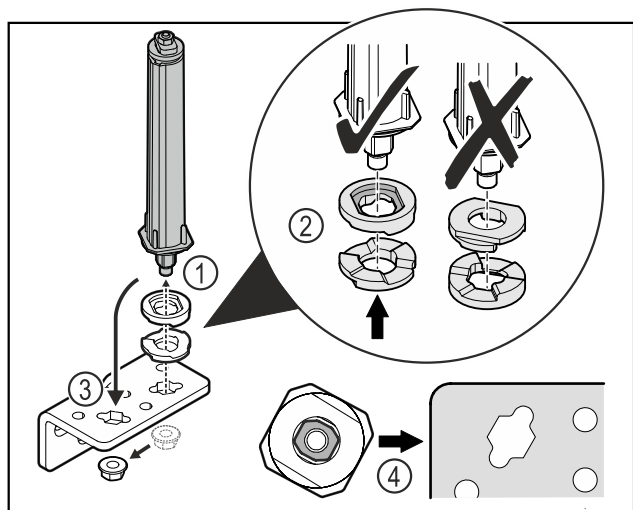

Fig. 46
- ▶ Moer losdraaien en deursluitsysteem verwijderen Fig. 46 (1).
- ▶ De correcte uitlijning van de hoogte-instelschijven in acht nemen Fig. 46 (2).
- ▶ Deursluitsysteem in de scharnierhoek verplaatsen en met de moer vastzetten Fig. 46 (3).
- ▶ Bij het plaatsen de correcte uitlijning van het deursluitsysteem in acht nemen Fig. 46 (4).